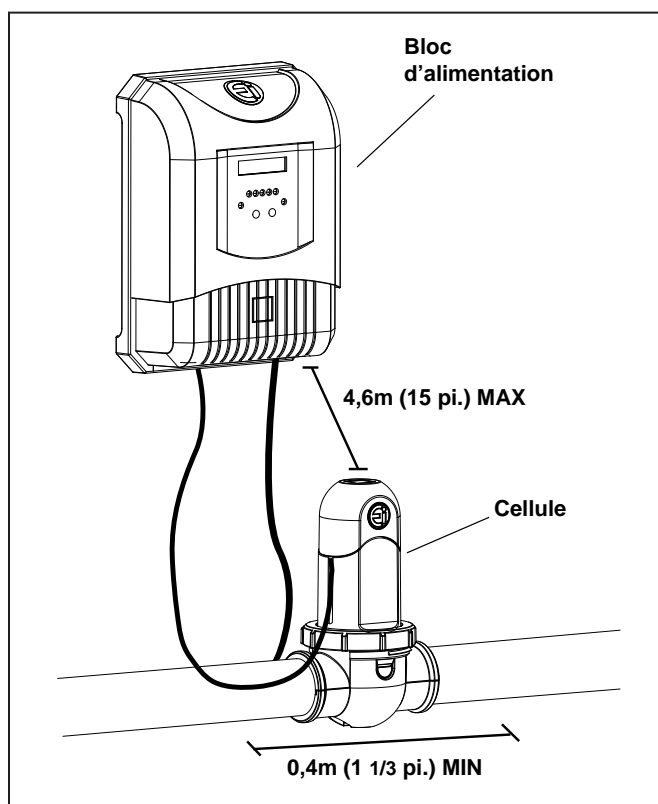

Figure 3. Exigences d'installation
- La cellule doit être installée sur un tuyau < 0,8 m (2 ½ pi) après les réchauffeurs, les pompes et les filtres, comme la dernière pièce d'équipement du système de tuyauterie de circulation juste avant la piscine (Voir Figure 3).
- La cellule et le capteur ne doivent pas être installés à plus de 4,6 m (15 pi) du bloc d'alimentation (Voir Figure 3).